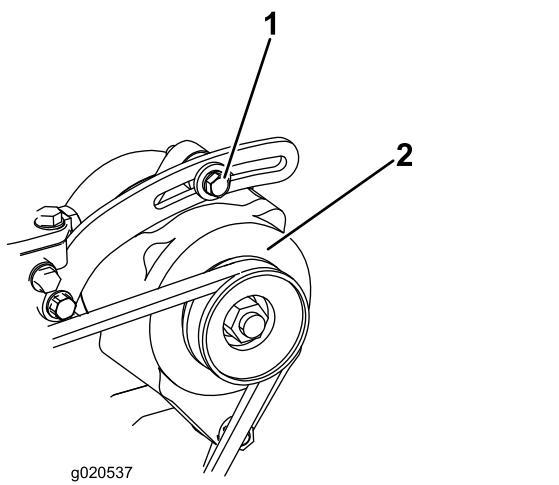

Figura 85
2. Si la desviación no es de 10 mm ( $\frac{3}{8}$ " ), afloje los pernos de montaje del alternador (Figura 85). Aumente o reduzca la tensión de la correa del alternador y apriete los pernos. Verifique de nuevo la desviación de la correa para asegurarse de que la tensión es la correcta.